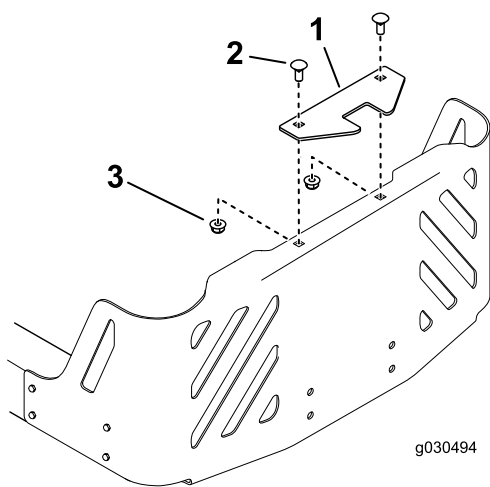

Figura 14
2. Montai suport pentru stabilizator la apărătoarea pentru motor folosind 2 uruburi de fixare (5/16 × 3/4") i 2 contrapiulie (5/16") aa cum se arată în Figura 14.